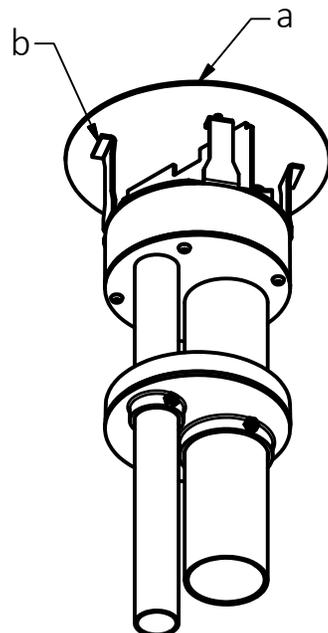

FIG. 1
- 3) Presione hacia abajo sobre la placa de instalación (a) para insertar la caja de servicio en el agujero cortado. Empuje hasta que los soportes (b) estén al ras con el piso de concreto. Fig. 1
- 3) Press down onto installation plate (a) to insert service fitting into the cored hole. Push until brackets (b) sit flush against the concrete floor. Fig.1